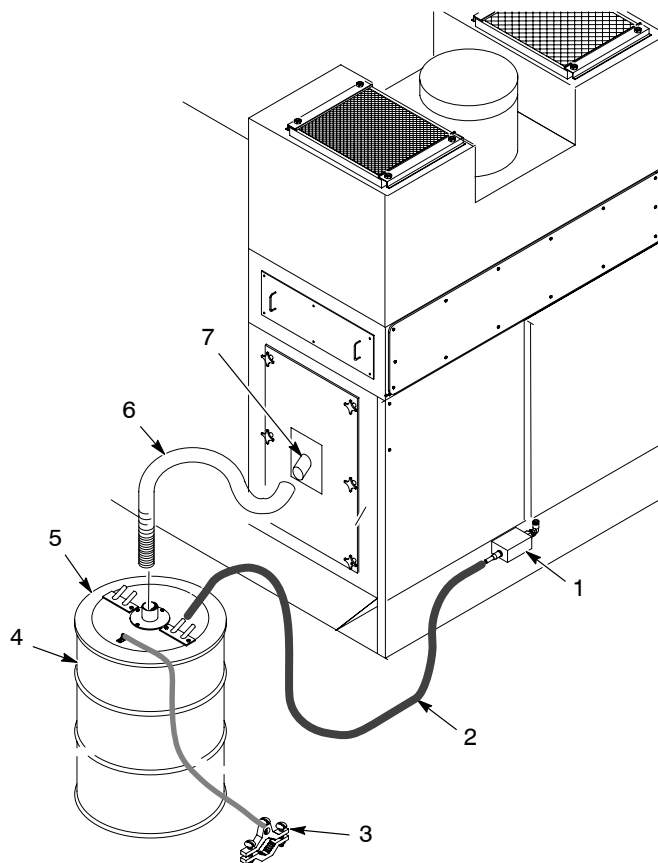

Bild 12 Anslutningar på avfallsbehållaren
9. Se bild 12. Anslut matningscentrets slang från avfallspumpen till avfallsbehållarens lock. Kontrollera att avfallsbehållarens ventilationsslang är ansluten till ventilations-stosen som sitter på matningscentrets sida.
2. Se bild 12. Sätt på ett avfallslock på ett tomt 55 gallons fat.